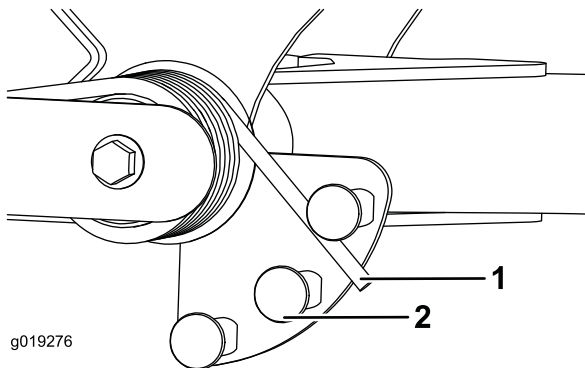

図 29
2. スプリングの長い方の端部にチューブのようなものを取り付けて、スプリングアクチュエータの周囲に巻きつけるようにして希望位置にセットする 図 29。